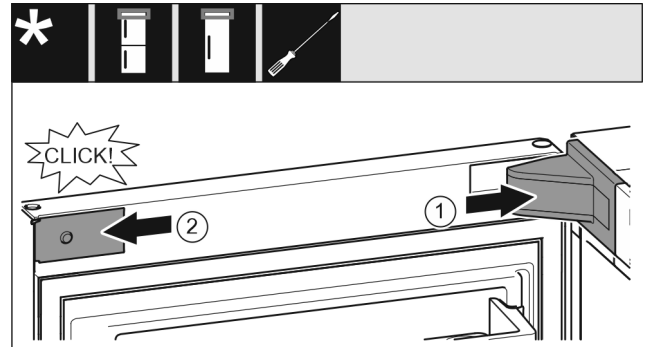

Fig. 33
- ▶ Aseta laakeripukin suojus paikoilleen, anna sen lukittua ja paina osia tarvittaessa varovasti erilleen toisistaan. Fig. 33 (1)
- ▶ Aseta paneeli sivuttain kohdalleen ja lukitse se paikoilleen. Fig. 33 (2)